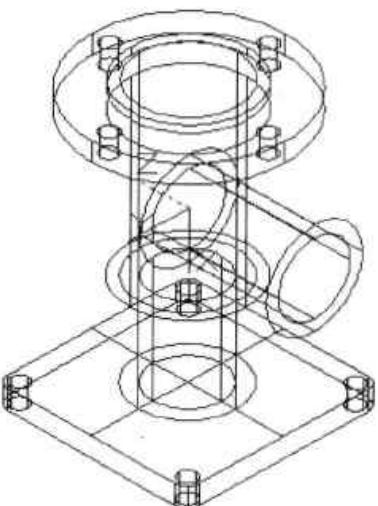

图13-68 绘制圆柱体
**Step21** 再次执行“圆柱体”命令，同样以坐标原点为圆心，绘制直径 30mm、高 52mm 的圆柱体，如图 13-68 所示。